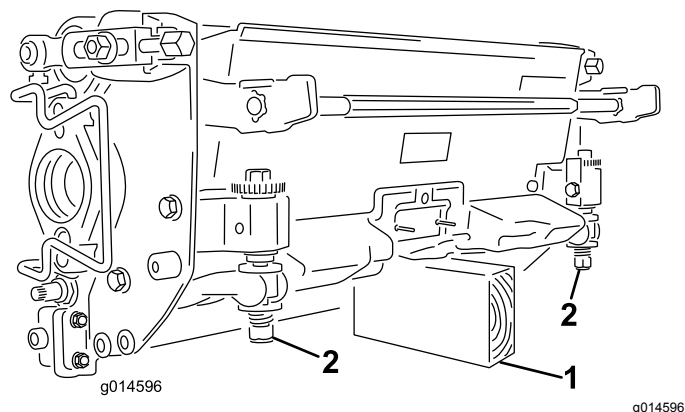

Figura 27
**Importante:** Sempre que precisar de inclinar a unidade de corte, coloque um apoio por baixo da traseira da unidade de corte para assegurar que as porcas da barra de apoio não fiquem apoiadas sobre a superfície de trabalho (Figura 27).